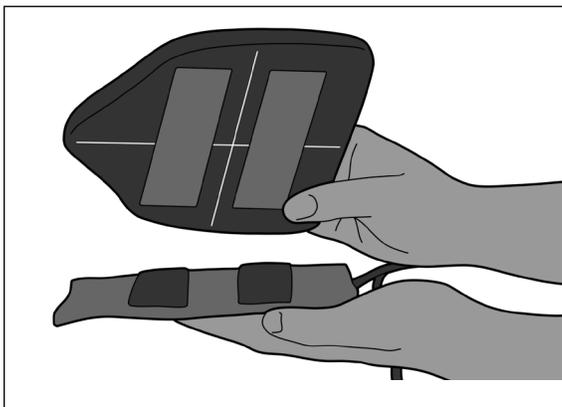

Рис. 2
2. Убедитесь, что пластина должным образом выровнена для прикрепления к камере (рис. 2).